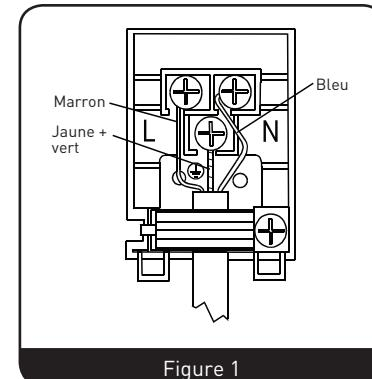

Figure 1
- Le câble de terre (jaune/vert) doit être branché sur la vis qui a le symbole terre. Le branchement du câble d'alimentation doit être effectué selon la **Figure 1**. S'il n'y a aucune prise de terre conforme aux normes en vigueur sur votre installation électrique existante, contactez votre électricien. La ligne électrique alimentant votre four à partir du compteur; doit obligatoirement être équipée d'un disjoncteur avec une ouverture de contact d'au moins 3mm (puissance 20A, type de fonctionnement à retardement)